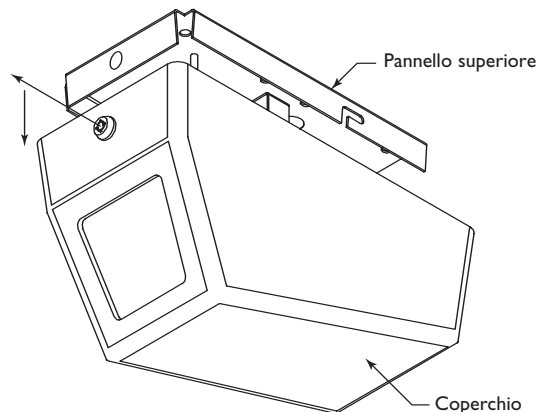

Figura 2 Rimozione del coperchio
3. Rimuovere il coperchio tirandolo in avanti e verso il basso. Vedere **Figura 2**.